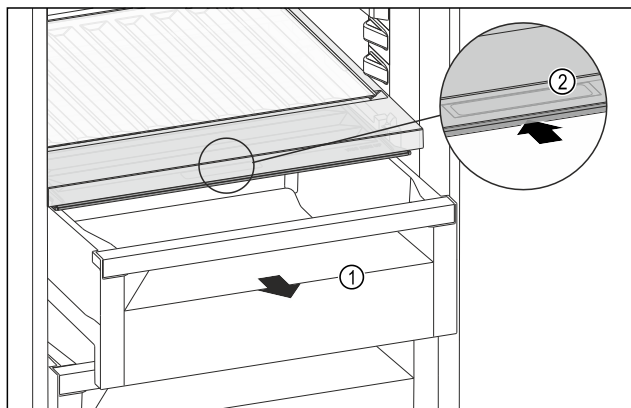

Fig. 164
- Izvucite ladicu Fig. 164 (1).
- Primite ručku Fig. 164 (2) na poklopcu pretinca i istodobno povucite poklopac pretinca prema natrag.